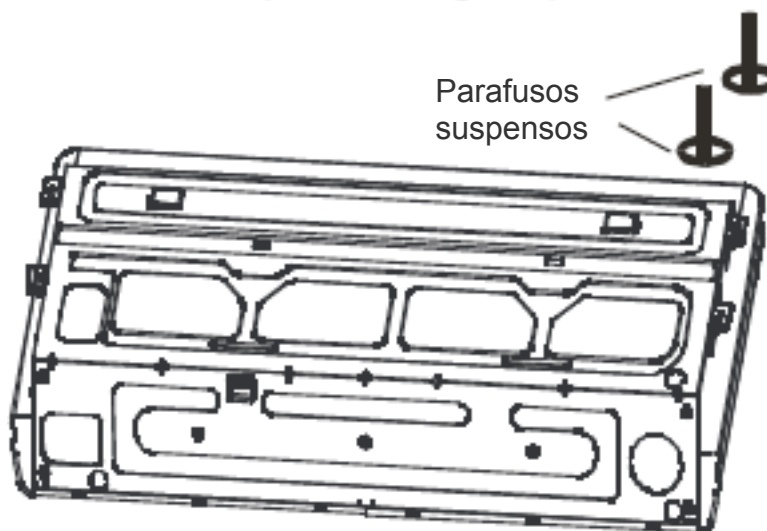

Fig. 5-15
- Para alguns dos modelos 60 aperte os parafusos de montagem nos dois lados. (Refira-se à Fig. 5-15)